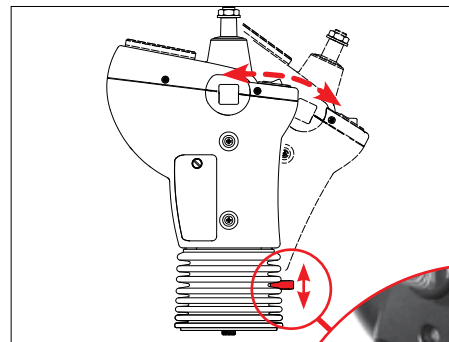

Fig. 20
1. Actionner le levier de réglage (Fig. 20).